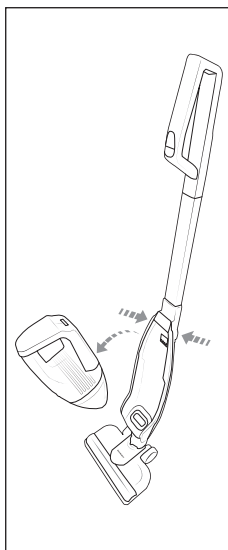

Fig. 4
- 3) For at løsne motordelen **2** fra skaftet **11** skal du trykke samtidig på de to udløserknapper **13** (fig. 4).
- 4) Hold motordelen **2** ved at holde på håndtaget **1**, og tag den ud af motordelens fordybning **14** ved at trække det op/frem (fig. 4).